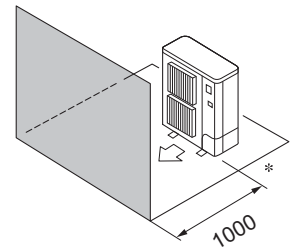

Fig. 3-8
- ④ Hindernisse nur auf der Vorderseite (Fig. 3-8)